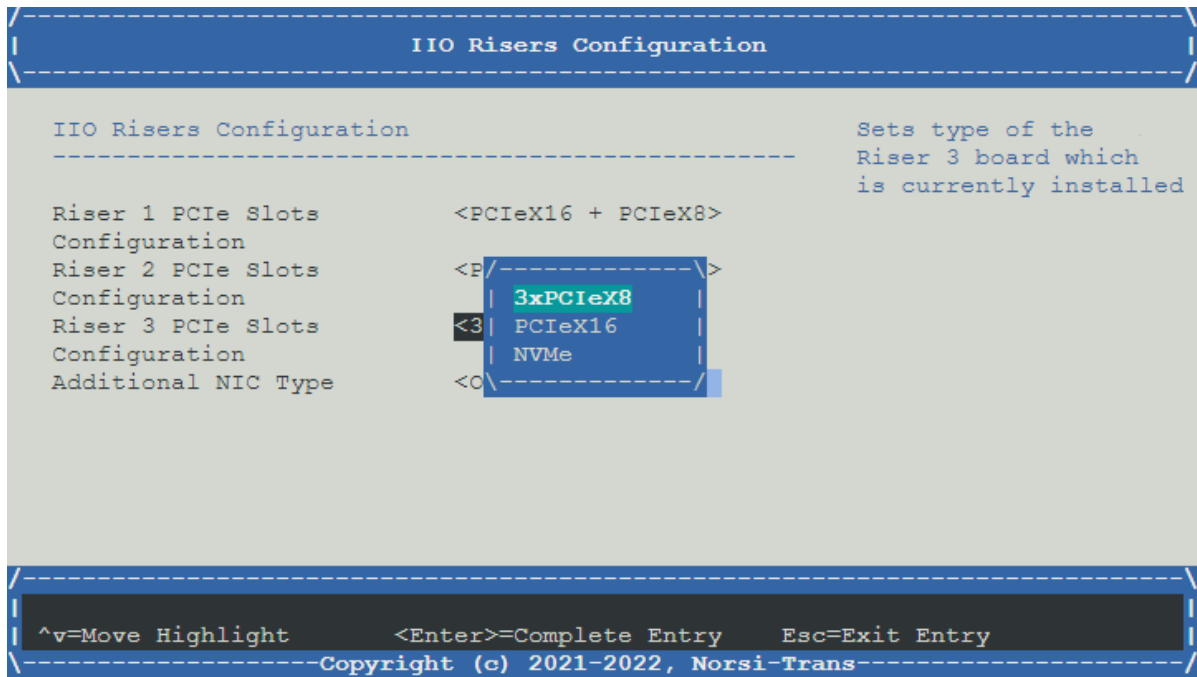

Рис. 86. Выбор типа PCIe-райзеров
3) Установите тип PCIe-райзеров согласно физическим. Окно показаны на рис. 86 Выбор типа PCIe-райзеров